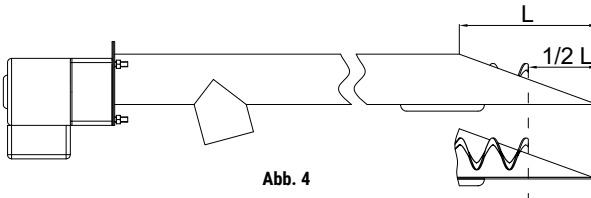

Abb. 4
3. Die Länge der Schnecke prüfen – gegebenenfalls sie auf die in Abb. 4 angezeigte Länge abkürzen.